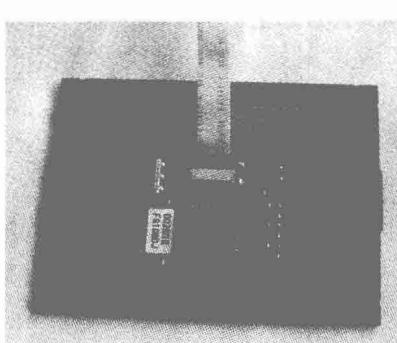

图 1-39 控制芯片无法接受信号
- (1) 触摸板的控制芯片无法接受信号，如图 1-39 所示。